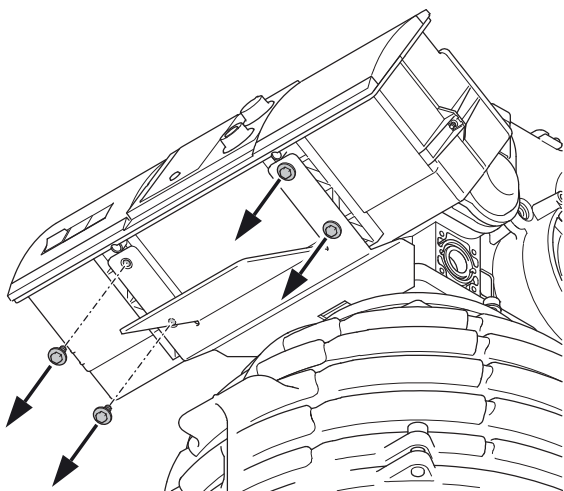

Fig. 6-7 Enlèvement des vis de fixation du panneau de commande de la chaudière
9. Enlevez les vis de fixation du panneau de commande de la chaudière avec la clé SW 8 (fig. 6-7) et retirez le panneau de commande.